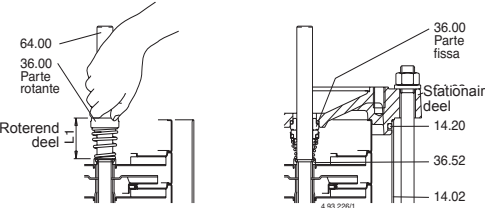

Fig. 5 Montage van de mechanical seal
Alvorens over te gaan tot demontage en montage, raadpleeg de doorsnedetekening (**paragraaf 14.**) en **fig. 5, 6.**
5. Verwijder de schroeven (61.07) en de lantaarnhouder (32.00), met ondersteuning (66.00) en koppeling (64.22) uit het bovenste deksel (34.02) en uit de as (64.00) (**fig. 5**).
Verwijder de mechanical seal (36.00), trek het roterende deel van de as (64.00) en het stationaire ring uit de deksel (34.02). Druk het roterende deel tot aan de steunring (35.52) over de as (64.00) zonder de veer in te drukken. Controleer de lengte voor en na plaatsing en licht het roterende deel op tot de juist aanvanghoogte (L1 in fig. 5). Juiste druk op de veer is gewaarborgd wanneer het stationaire deel is geplaatst en na borging van de as in de koppeling (L2 in fig. 6b).